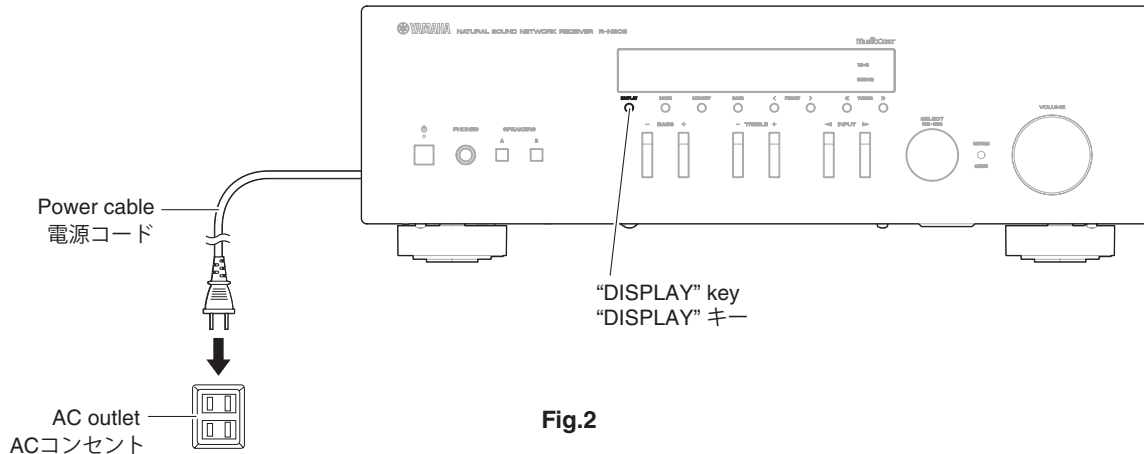

Fig.2
1. While pressing the "DISPLAY" key, connect the power cable to the AC outlet. (Fig. 2)
1. "DISPLAY" キーを押しながら、電源コードを AC コンセントに接続します。(Fig. 2)